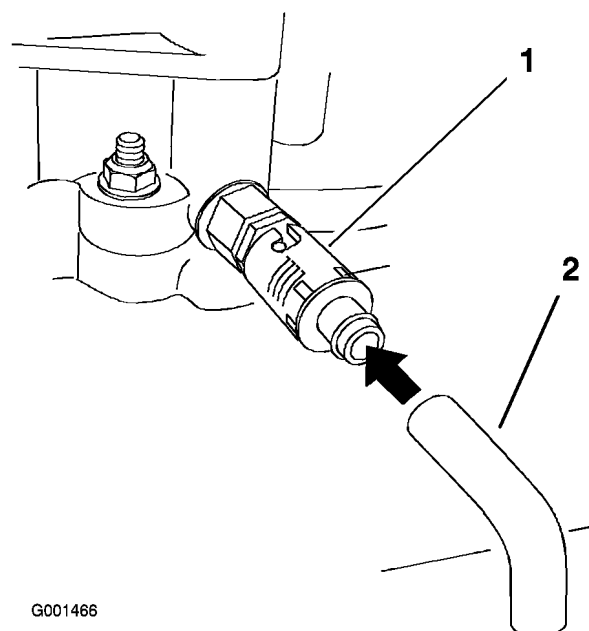

Figure 30
6. Placez un bac sous le flexible de vidange. Tournez le robinet de vidange d'huile pour permettre à l'huile de s'écouler (Figure 30).
8. Enlevez le flexible de vidange (Figure 30).